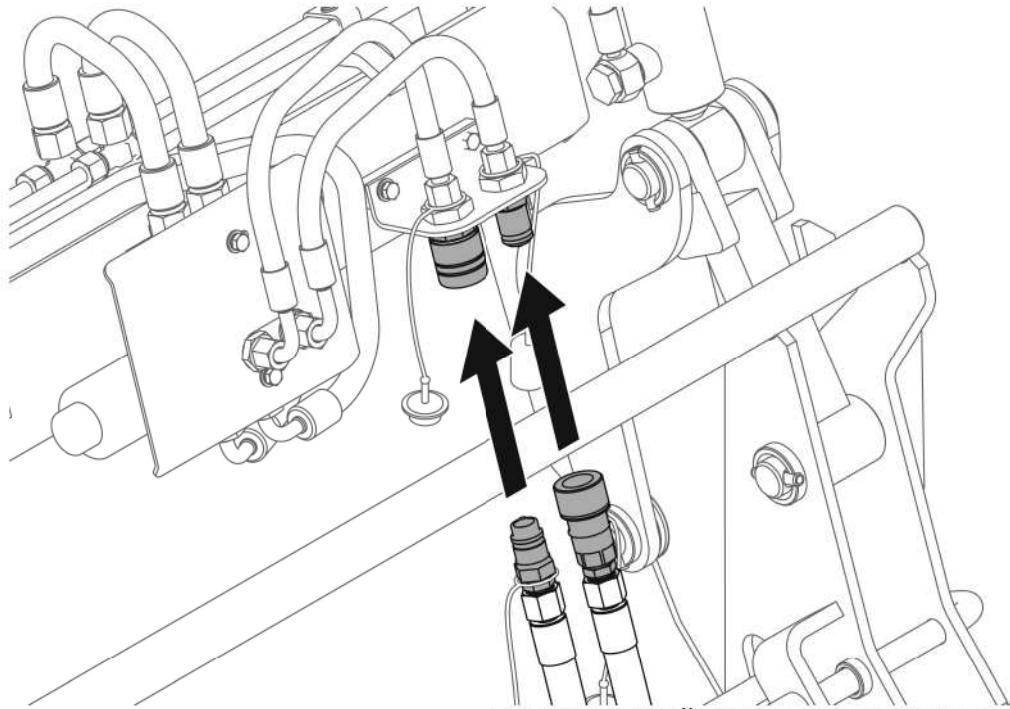

РИСУНОК 4.27 А Присоединение гидравлической системы рабочего органа (опция)
- с помощью быстроразъемных соединений подсоединить рабочий орган (РИСУНОК 4.27 А) к гидравлической системе погрузчика (опция);